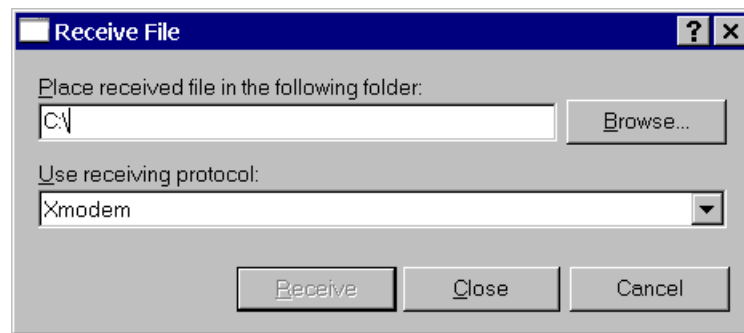

Figure 49: Receive File Settings
- Entrez un dossier où enregistrer le fichier et d'utiliser le protocole XMODEM. (Voir figure 49)